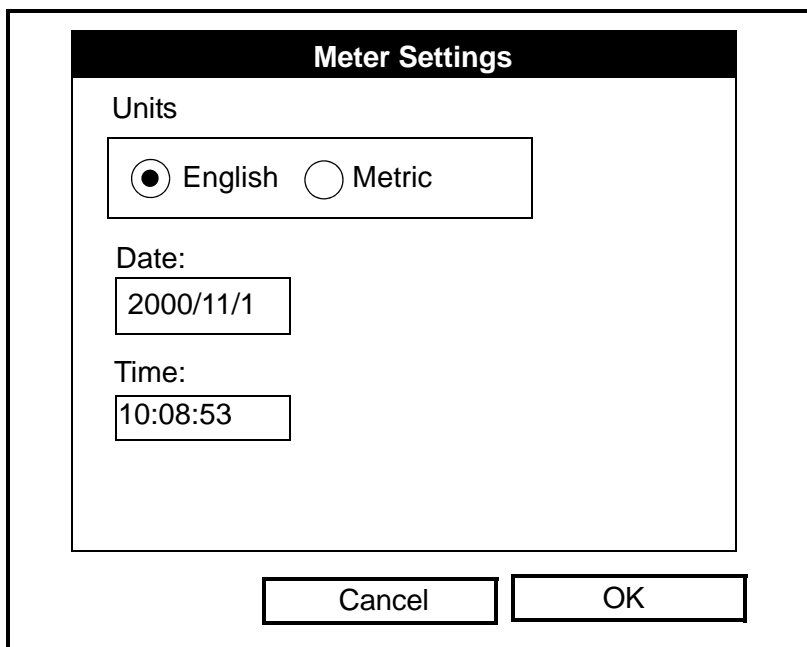

Figura 3-12: Ventana *Meter Settings* (Ajustes del medidor)
2. Desplácese hasta la opción *Units* (Unidades) y pulse [ENTER]. Se abrirá la ventana *Meter Settings* (Ajustes del medidor) (consulte la figura 3-12).
2. Desplácese hasta la opción *Date/Time* (Fecha/hora) y pulse [ENTER]. Se abrirá la ventana *Meter Settings* (Ajustes del medidor) (consulte la figura 3-12 en la página 3-14).